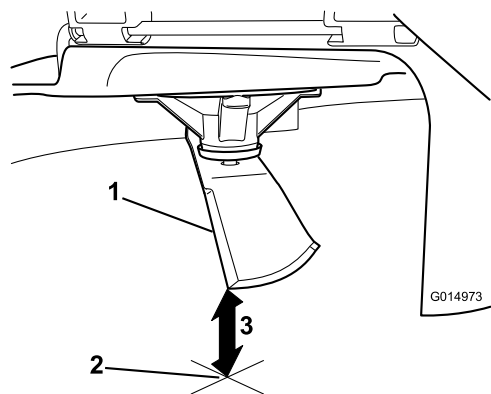

Figura 64
3. Măsurați de la vârful lamei până la suprafața plană (Figura 64).